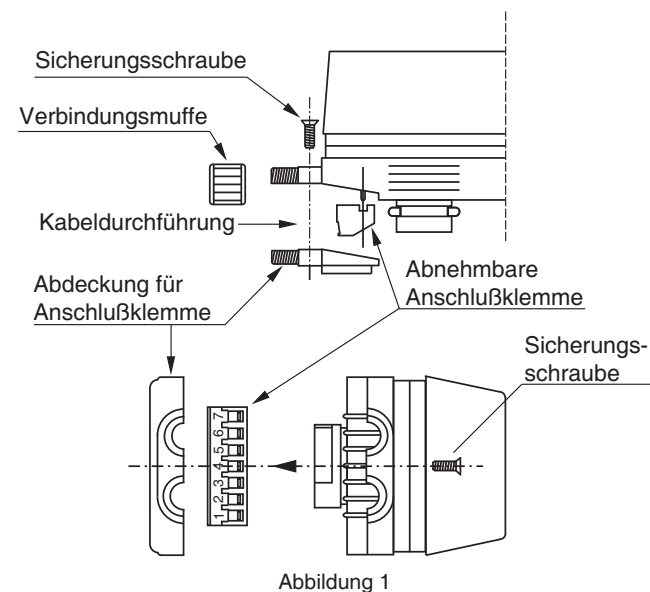

Abbildung 1
1. Entfernen Sie die Kabeldurchführungen, die Sicherungsschraube und die Abdeckung der Klemmleiste am Stellmotorgehäuse (siehe Abbildung 1).